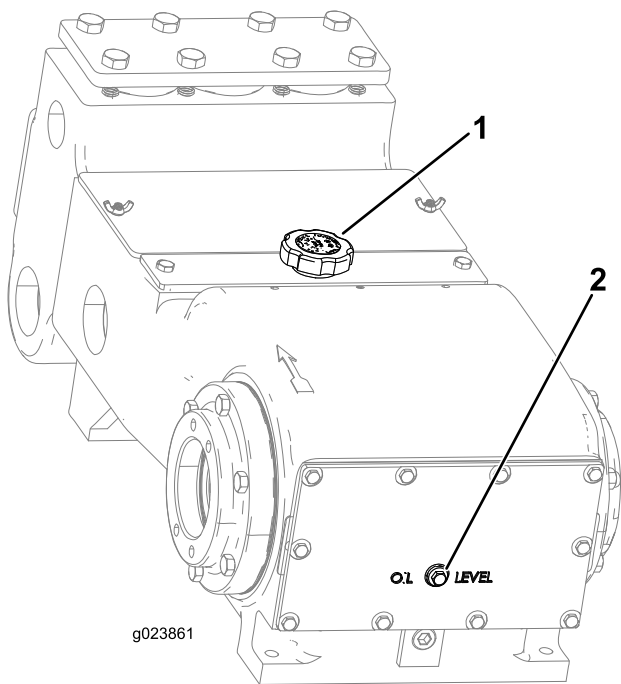
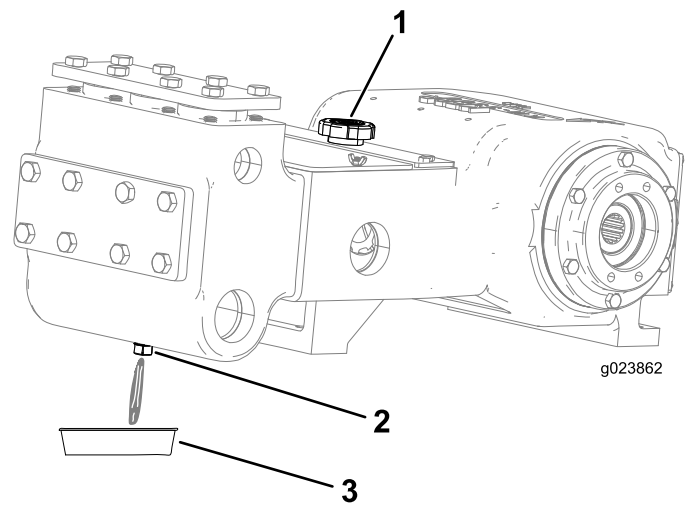

Рисунок 154
Рисунок 155
2. Отверните контрольную пробку уровня масла в картере (Рисунок 154).
3. Убедитесь, что уровень масла находится на отметке заполнения, как показано на Рисунок 154.
4. Удалите сливную пробку и подставьте сливной поддон под сливное отверстие (Рисунок 155).
6. Дайте маслу стечь из сливного отверстия в сливной поддон (Рисунок 155).
8. Снимите крышку маслосазливной горловины (Рисунок 155) и залейте приблизительно 1,8 л (4 кварты США) масла или пока его уровень не достигнет контрольной пробки, как показано на Рисунок 154.